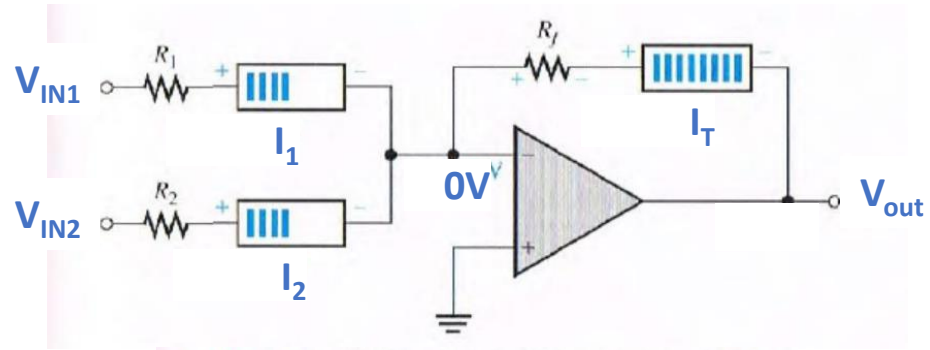

FIGURE 8-18 Two-input inverting summing amplifier.
- Fig. 8-18: voorbeeld van **somversterker** met twee ingangen V_{IN1} en V_{IN2} . Beide ingangen leveren de ingangsströmen I_1 respectievelijk I_2 .